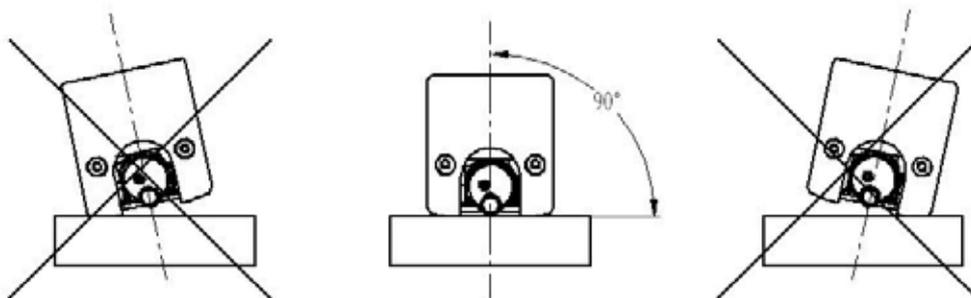
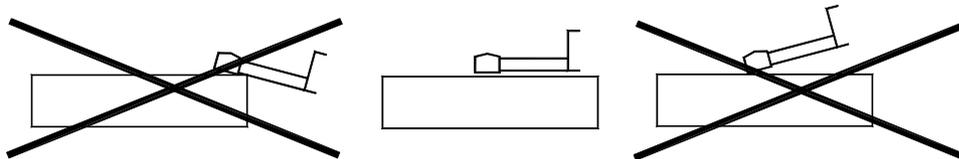

图 2-1 前视图
图 2-2 侧视
c. 参照图 2-1、图 2-2，将驱动器正确、平稳、可靠地放置在工件被测表面上；